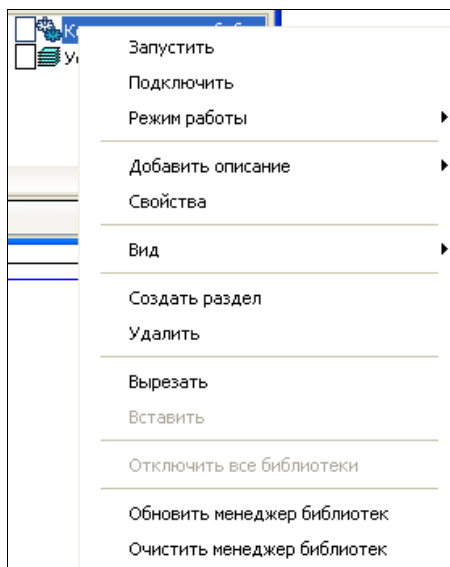

Рис. 10.2. Контекстное меню папки библиотеки
- ◆ *1-й способ* — выделите ПК мыши название **Конструкторская библиотека** и вызовите контекстное меню (рис. 10.2). Из контекстного меню вызовите команду **Подключить**;
- ◆ выделите ПК мыши библиотеку и вызовите контекстное меню. В контекстном меню перейдите на пункт **Режим работы** (см. рис. 10.2). Раскроется список режимов работы. Режим работы по умолчанию отмечен флажком;